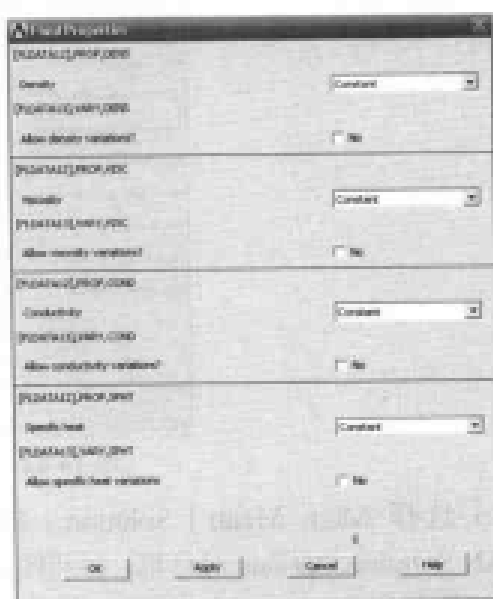
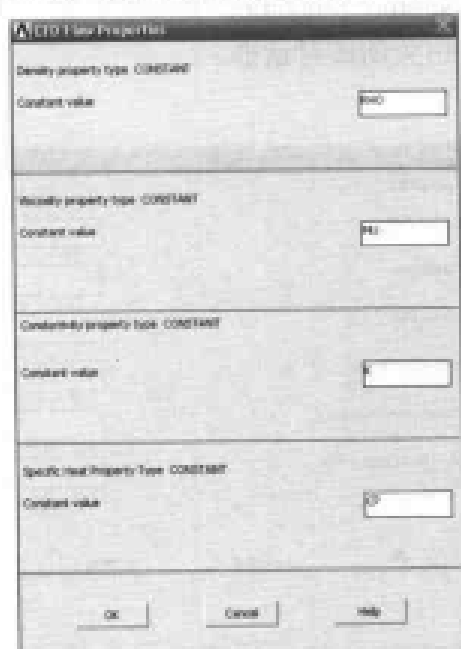

图 14-19 流体属性设置对话框
图 14-20 输入流体材料性能参数对话框
(2) 选择 Main Menu | Solution | FLOTTRAN Set Up | Fluid Properties 命令，出现 Fluid Properties 对话框，在 Density 下拉列表框中选择 Constant 选项，如图 14-19 所示，单击 OK 按钮，出现 CFD Flow Properties 对话框，参照图 14-20 对其进行设置，单击 OK 按钮关闭该对话框。